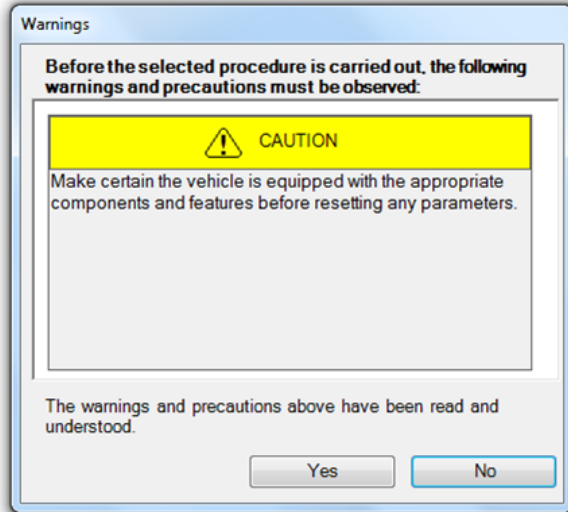

FIGURE 30
2. Sur cette fenêtre, cliquez sur YES (FIGURE 30).